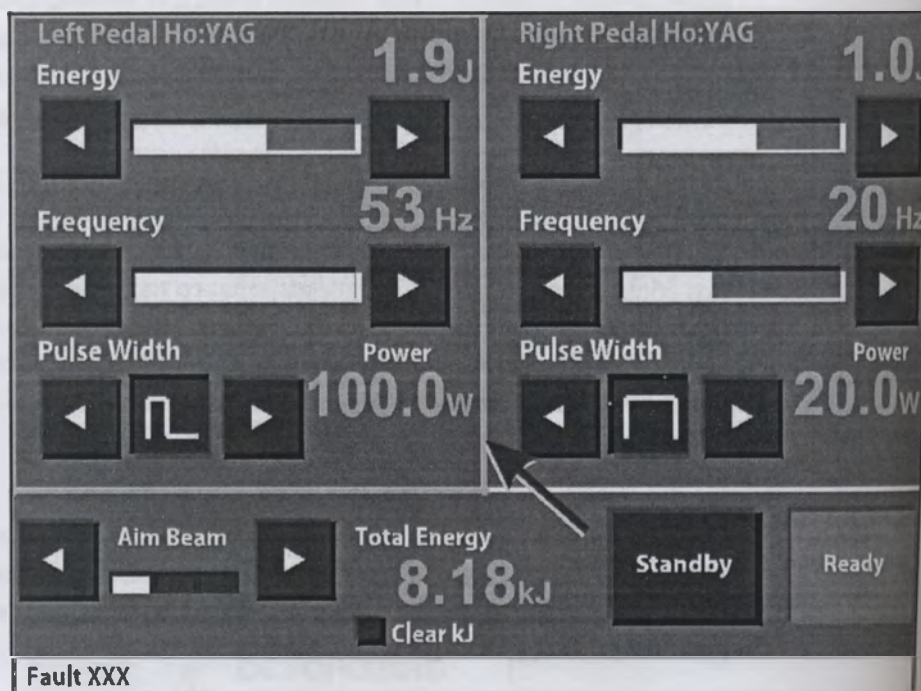

Рис. 10: Индикатор лазерного излучения
- Параметры **Energy** (Энергия), **Frequency** (Частота) и **Pulse Width** (Ширина импульса) отмечены рамкой желтого цвета, окружающей соответствующую педаль на экране (см. Рис. 10) при ее нажатии для оповещения оператора об излучении лазерной энергии.